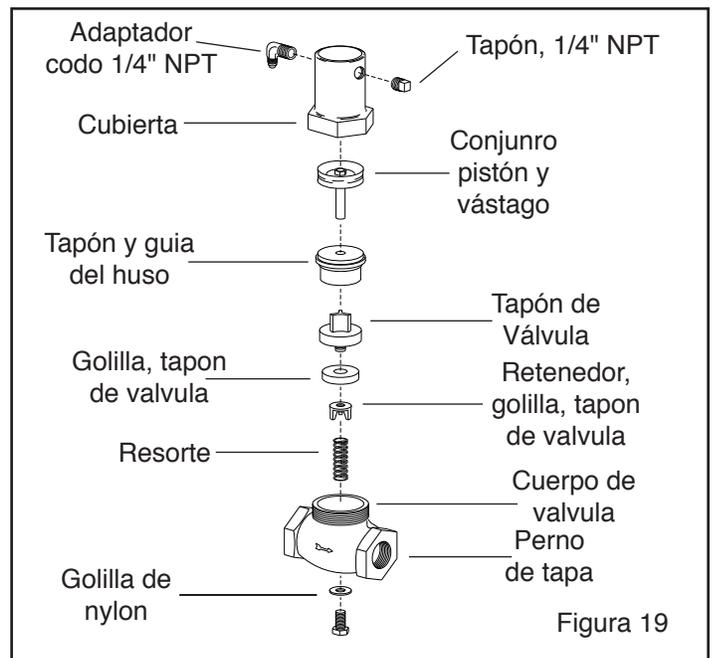

Figura 19
6.4 Pistón de Valvula de Lida – Figura 19